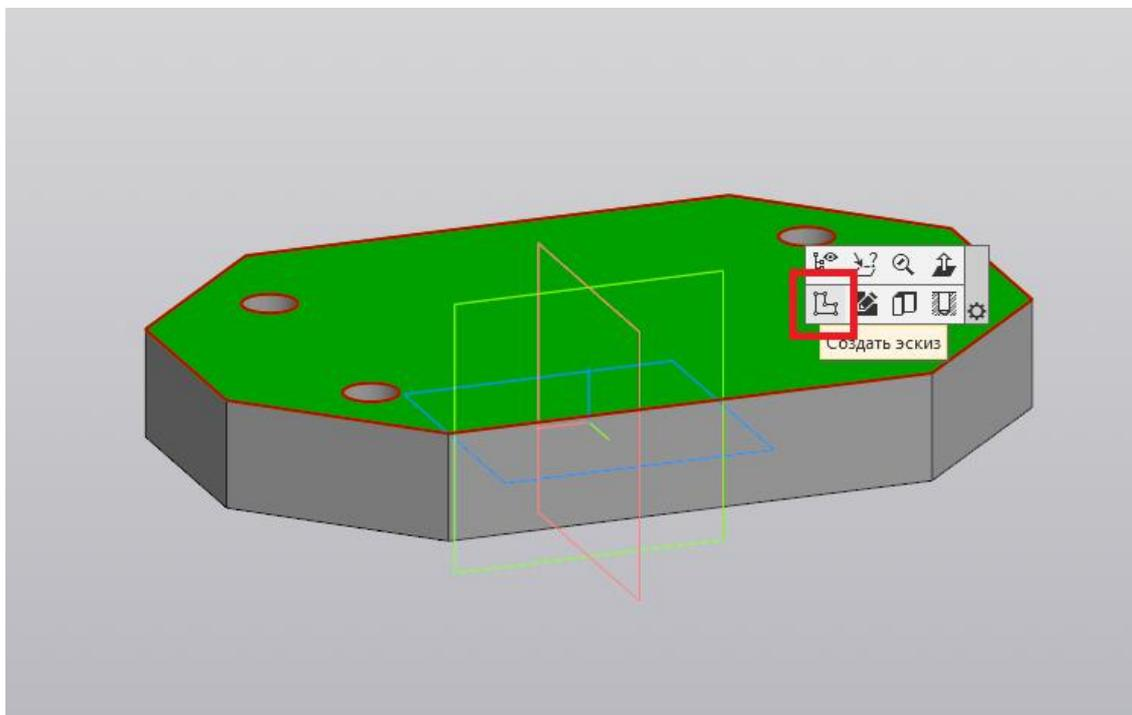

Рис. 14
11. На верхней плоскости основания создаём ещё один эскиз (рис. 14).